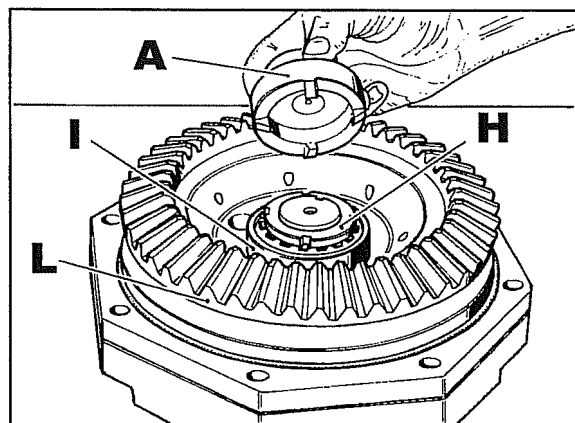

Fig. 23
- 33 Enlever la bague **H** avec l'instrument spécial **A** fig. 23. Avec un extracteur de type standard, enlever le roulement **I** puis retirer la couronne **L**.
- La bague **H** fig. 23 et la rondelle relative doivent être remplacés. Lors du remontage ne pas oublier de serrer de nouveau la bague à **12 Kgm** puis de plier la rondelle et de buriner la bague.